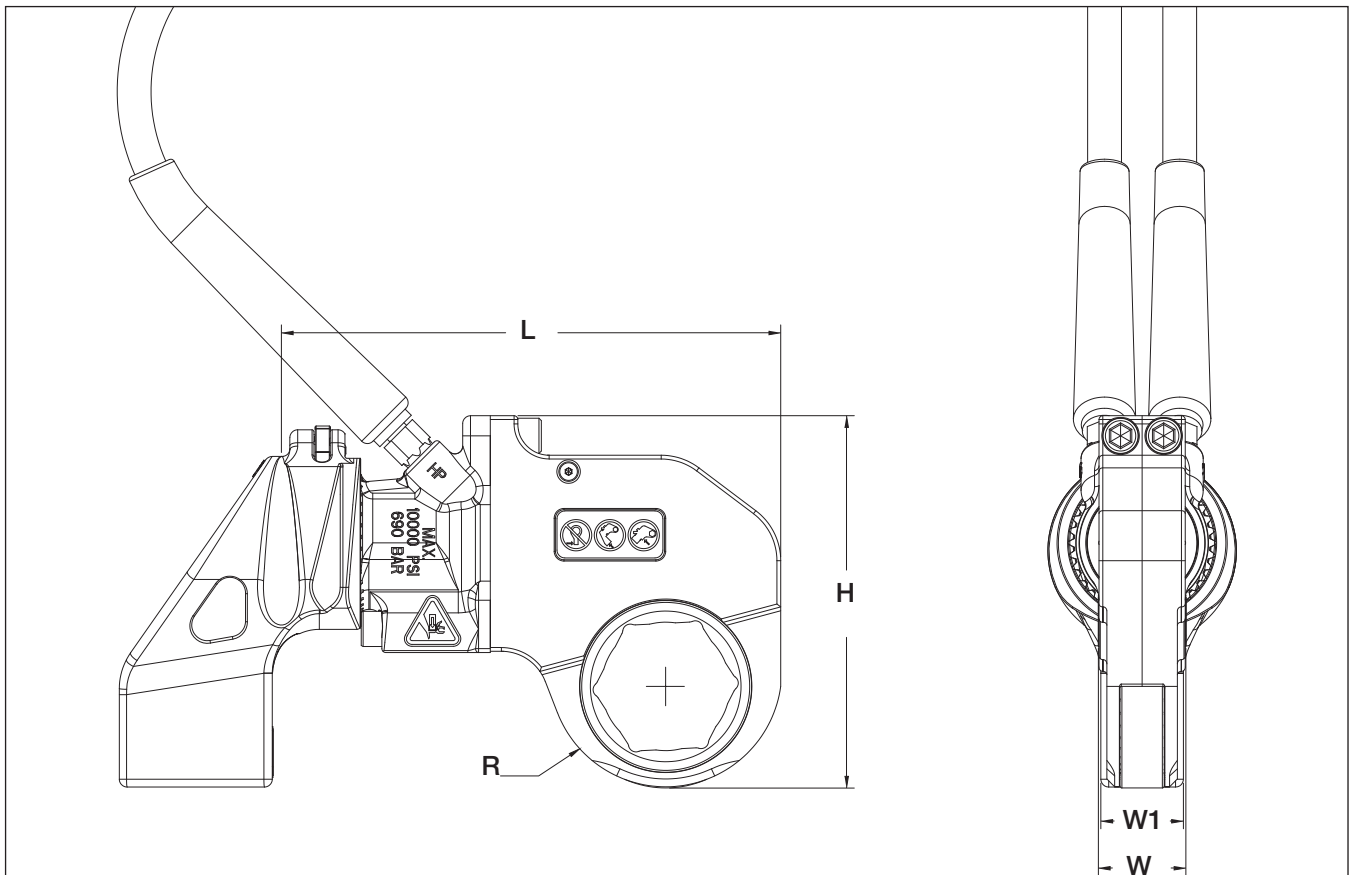

Fig. 7.3-1
7.4.1 Tableau du système impérial - Cassette hexagonale RSL pour obturateur (voir emplacement des dimensions CP, R, L, H, W et W1 à la Fig. 7.3-1)
7.4.2 Tableau du système métrique - Cassette hexagonale RSL pour obturateur (voir emplacement des dimensions CP, R, L, H, W et W1 à la Fig. 7.3-1)